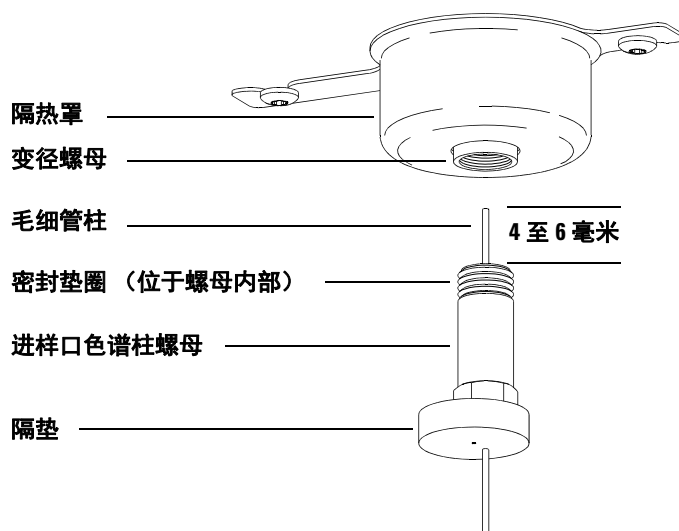

图 4 在分流 / 不分流进样口中安装毛细管柱
- 7 调整色谱柱，使其比密封垫圈端部高出 4 至 6 毫米。（请参阅图 4。）